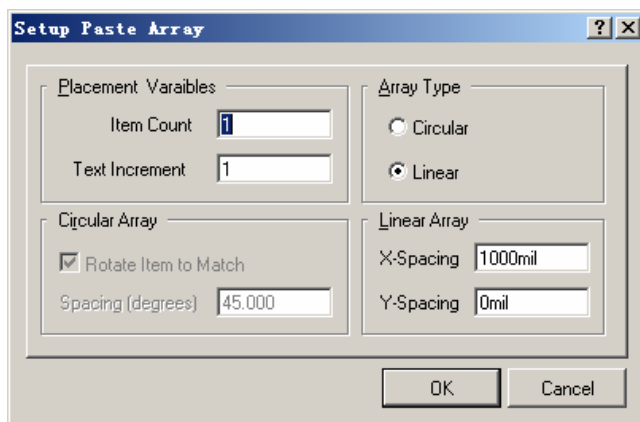

图 10.27 “Setup Paste Array”对话框
(21) 使用鼠标选中绘制好的 U 型线段，选择菜单命令“Edit”->“Copy”，或者使用快捷键“Ctrl+C”复制 U 型线段到剪贴板中。
(22) 单击工具栏中的阵列复制工具按钮, 打开如图 10.27 所示的“Setup Paste Array”对话框。